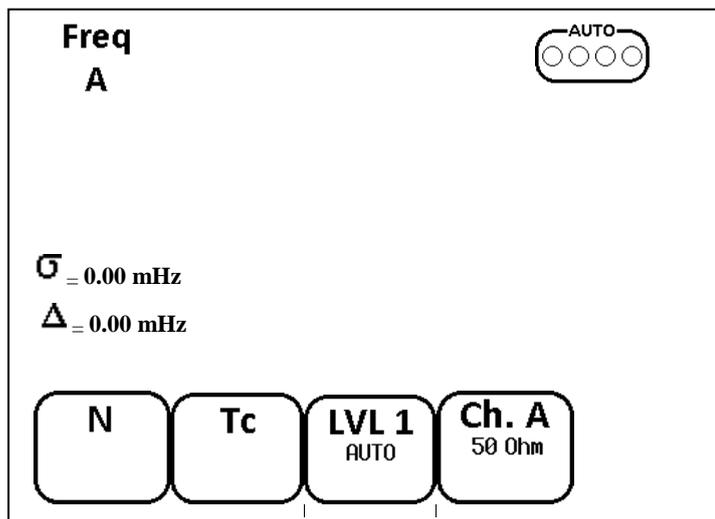

Рис. 6.6 Режимы работы канала А.
- Нажать кнопку меню F1, при этом на экране ЖК монитора появится меню выбора режимов работы канала А, см. Рис. 6.6: